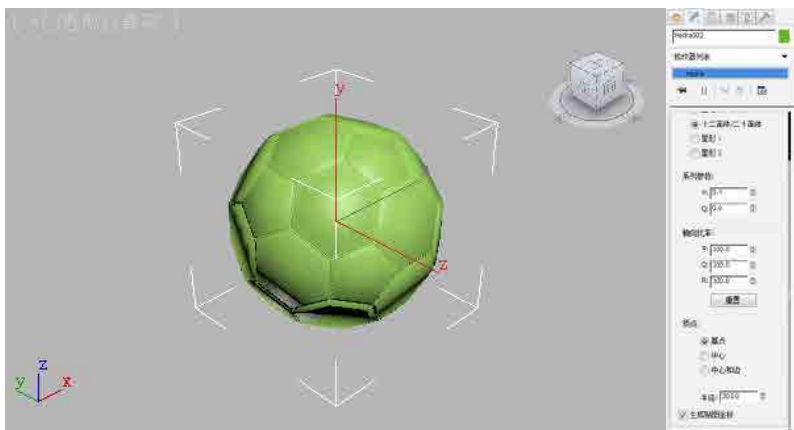

图3-73
- 10 按H键, 打开“选择对象”对话框, 选择  Hedra002 选项, 在  (修改) 命令面板中, 修改异面体的 **半径** 参数为303, 效果如图3-73所示, 最后给足球赋上材质即可。